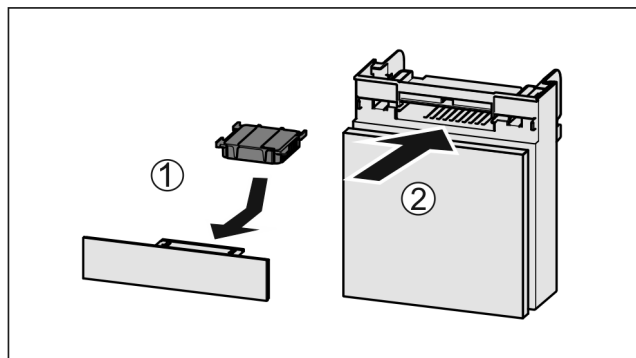

Fig. 161
- Insérer le filtre à charbon actif d'après le schéma Fig. 161 (1).
- Insérer le compartiment Fig. 161 (2).